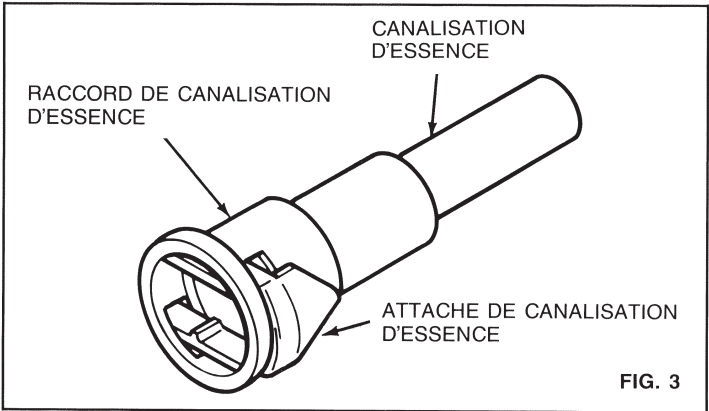

FIG. 3
B) Reportez-vous à la figure 3 et posez les attaches des canalisations d'essence (attaches incolores de 5/16 po et attaches noires de 3/8 po) dans les raccords de dimension correspondante des canalisations; le côté triangulaire des attaches doit être tourné à l'opposé de l'orifice du raccord de canalisation.